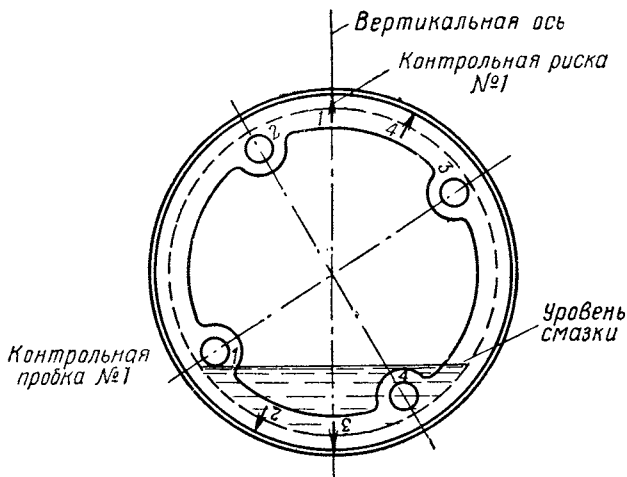

Рис. 167. Проверка уровня смазки в ПМП
Дозаправка и замена смазки в планетарных механизмах поворота (рис. 167)
- заправить ПМП свежей подогретой смазкой до уровня контрольной пробки (рис. 167);